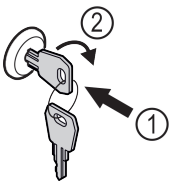

Fig. 172 Représentation à titre d'exemple
- Insérer la clé Fig. 172 (1).
- Tourner la clé à 90° dans le sens horaire Fig. 172 (2).